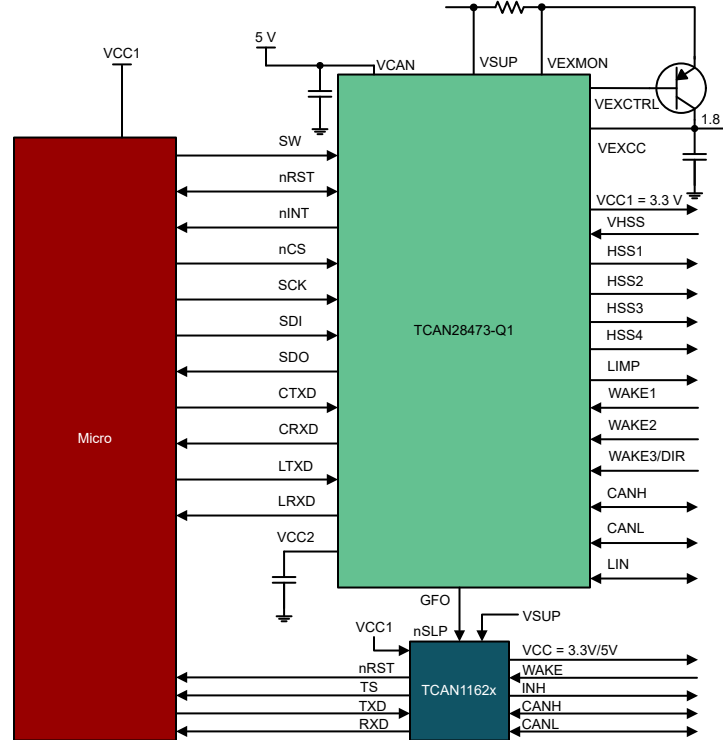

図 10-7. CAN FD SBC によるチャンネル拡張
- TCAN2847x-Q1 までのいずれかのデバイスと TCAN1162x を使用することで、CAN トランシーバを備えた 2 つ目の SBC を実装できます。図 10-7 を参照してください
セクション 10.1.3.2 は、TCAN2844x-Q1 が外部 CAN FD トランシーバを制御する方法の概略図を示します。スリープモード、またはサーマルシャットダウンなどのさまざまな故障状態で LDO がオフになると、CAN FD トランシーバの電源がオフになります。CAN FD トランシーバを制御するように TCAN284x-Q1 を構成するには、以下のレジスタとビットを構成する必要があります。5V バリエーションが示されている場合、CAN FD トランシーバへの電力供給には VCC2 が使用されますが、VCC1 も使用できます。図 10-7 に示すように、単純な CAN SBC は 2 番目の CAN トランシーバも提供できます